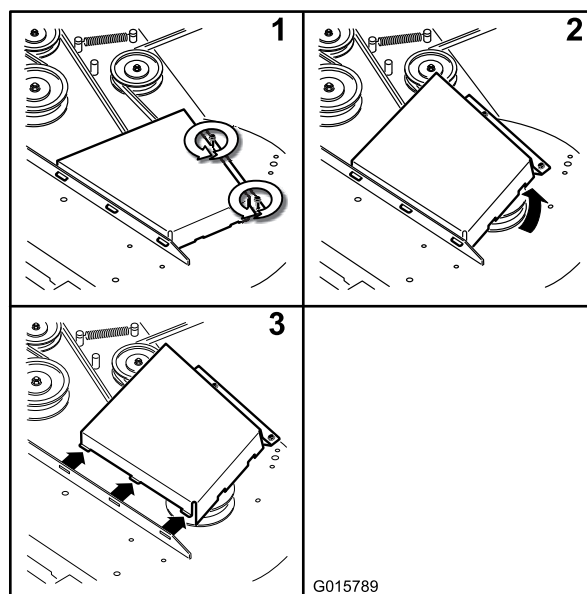

Figure 66
- Retirez les couvercles de courroie (Figure 66).